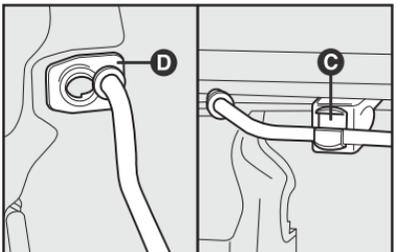

fig. 76
- liberar a haste de sustentação do suporte **C-fig. 76** e introduzi-la na sede **D** existente no capô do motor.
1) Manter o capô levantado e retirar a haste **fig. 76** da sede **D** e recolocá-la em sua sede de travamento **C**.